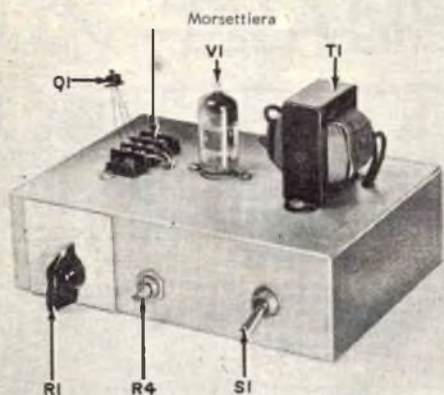

Fig. 2 - Vista superiore del termostato. Il transistor è collegato ad una morsettiera a vite.
**Costruzione** - L'unità è montata su un telaio delle dimensioni di 5 x 13 x 18 cm; la valvola V1, il trasformatore T1 ed il transistor Q1 sono sistemati sulla parte superiore (fig. 2). In pratica il transistor non è montato sul telaio ma è semplicemente collegato ad una morsettiera a viti; questa disposizione rende Q1 meno sensibile alle radiazioni di calore provenienti dalla valvola e dal trasformatore e lo rende più facile da rimuovere per sistemarlo in posti più distanti.